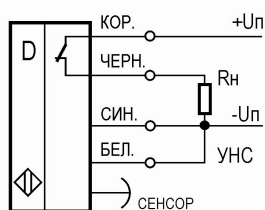

Рис.3.1
- После окончания обучения проверить обнаружение метки. Для этого направить световое пятно на фон. При этом, если метка темнее фона, то контакт между коричневым и чёрным выводами замкнут (рис.3.1).